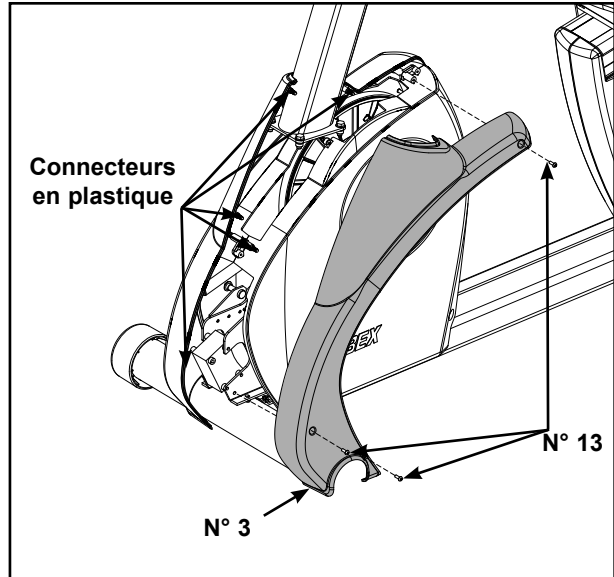

Figure 7
REMARQUE : Outre les deux vis de montage par capot avant, cinq connecteurs en plastique fixent les capots avant ensemble. Assurez-vous que les cinq connecteurs en plastique sont insérés dans chaque capot avant. Reportez-vous à la figure 7.
- C. Repérez et placez le capot avant gauche (n° 3) sur l'avant de l'appareil, tel qu'illustré à la figure 7.
- D. À l'aide d'un tournevis Phillips, vissez les trois vis 8-16 x 0,50 po (n° 13). Reportez-vous à la figure 7.